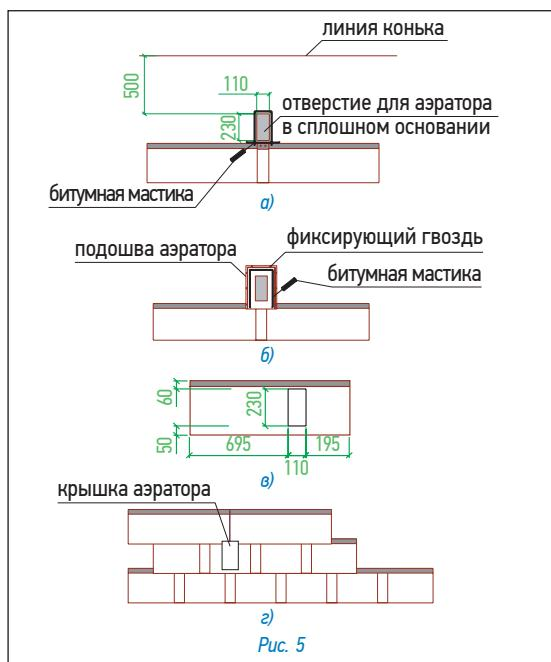

Рис. 5
Установка аэратора (рис. 5)
- В сплошном основании кровли прорезается отверстие 11×23 см, расположенное согласно рис. 5а;
- корпус аэратора устанавливается поверх отверстия и фиксируется гвоздями из нержавеющей стали; по верхней и боковым сторонам подошвы корпуса также наносится битумная мастика (рис. 5б);
- далее укладывается очередной ряд черепицы; подошва аэратора при этом закрывается листом с заранее прорезанным в нем отверстием (рис. 5в);
- на корпус аэратора устанавливается крышка, которая фиксируется нажатием (до щелчка) (рис. 5г).
- далее укладывается очередной ряд черепицы; подошва аэратора при этом закрывается листом Престиж Византия с заранее прорезанным в нем отверстием (рис. 5в);